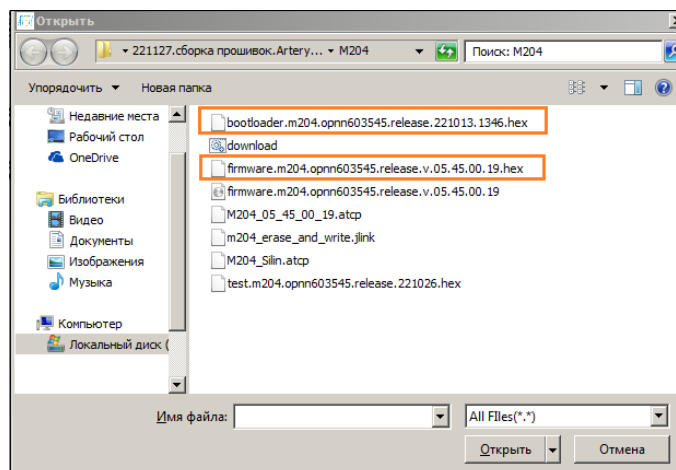

Рисунок 3.7 – Добавление файлов в проект
3.4.12 Выбрать файл прошивки **.hex** (рисунок 3.7).